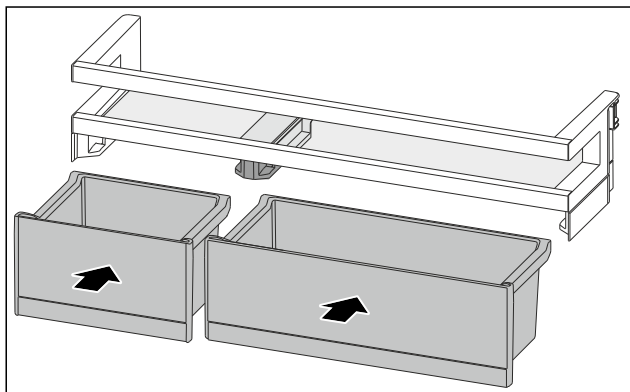

Fig. 123
- ▶ Włożyć VarioBox w innym rozmieszczeniu. (patrz Fig. 123)